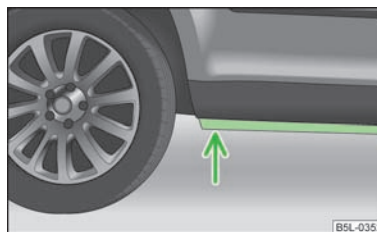

Fig. 157
- Înainte de traversarea zonei inundate, stabiliți adâncimea apei. Nivelul apei nu are voie să depășească nervura lonjeronului inferior » fig. 157,